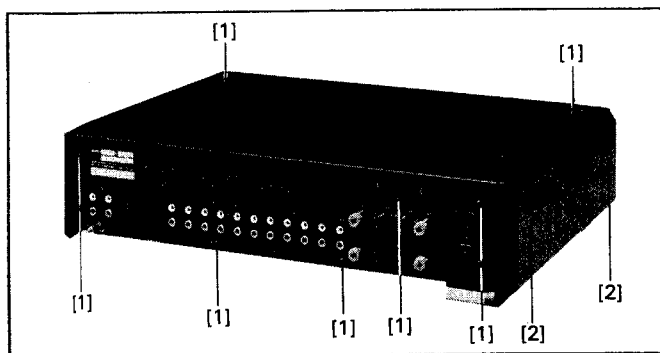

Fig.2.1
- Je 2 Schrauben (2) lösen (Fig.2.1).
- An Ober- bzw. Rückseite 9 Schrauben (1) entfernen (Fig.2.1).